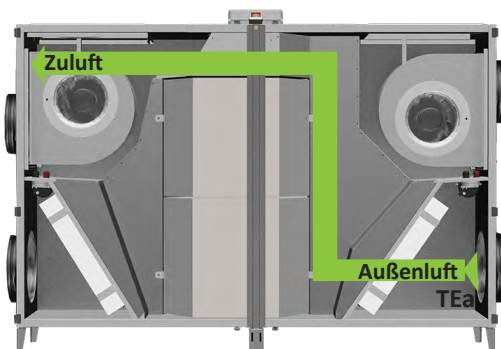

Abbildung 6: Umgehung über Zuluftkanal
- Außen- und Fortluft auf rechter Seite: Umgehung des Wärmetauschers über Zuluftkanal - zuständiger Temperatursensor TEa ist im Außenluftkanal (Abb. 6).